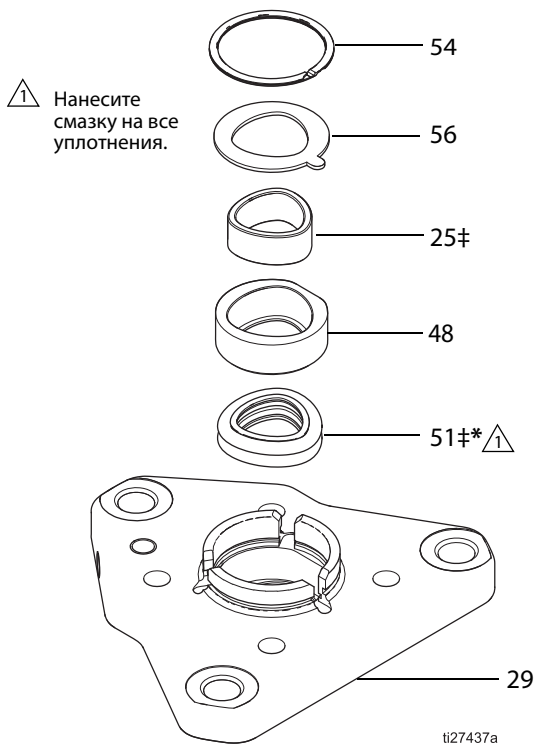

Рис. 3. Верхняя пластина в сборе
1. Снимите фиксирующую муфту (60), выкрутив винты (63).
2. Извлеките четыре винта с колпачком (40) и шайбы (46) из верхней пластины (29).
3. Аккуратно поднимите верхнюю пластину (29) вверх для снятия с сальфонной камеры (45). Следите за тем, чтобы верхняя пластина (29) сохраняла горизонтальное положение.
ПРИМЕЧАНИЕ: См. Рис. 3, стр. 9. Стопорное кольцо (54), стопорная шайба (56), гнездо подшипника (48), подшипник (25) и опорное уплотнение (51) вставлены в верхнюю пластину (29) и снимаются вместе с ней.
- Если сиффон поврежден, также снимите клапан сапуна (26) с верхней пластины. Удалите все остатки краски из канала для жидкости.
См. Рис. 3, стр. 9.
1. Установите верхнюю пластину в сборе (29) (см. Рис. 3, стр. 9) на сифон в сборе (53‡), совместив выступы на гильзе сифона (34) с выступами на опорном уплотнении (51‡*). Для установки в требуемое положение поворачивайте с шагом 90°, следя за тем, чтобы отверстия для болтов совпадали.
- ПРИМЕЧАНИЕ:** См. Рис. 3, стр. 9. Стопорное кольцо (54), стопорная шайба (56), гнездо подшипника (48), подшипник (25) и опорное уплотнение (51) вставлены в верхнюю пластину (29) и снимаются вместе с ней.
6. Аккуратно снимите стопорное кольцо (54), стопорную шайбу (56), гнездо подшипника (48), подшипник (25) и опорное уплотнение (51) с верхней пластины (29). См. Рис. 3, стр. 9.